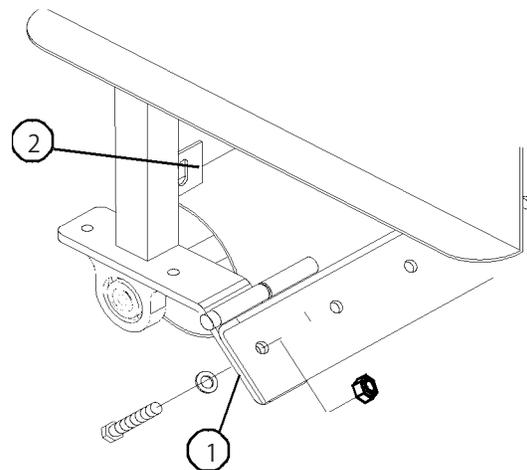

図15
- A. ターフ・フィンガー・ブラケットの各端をローラの足に固定しているナット (図15) を取り外す。